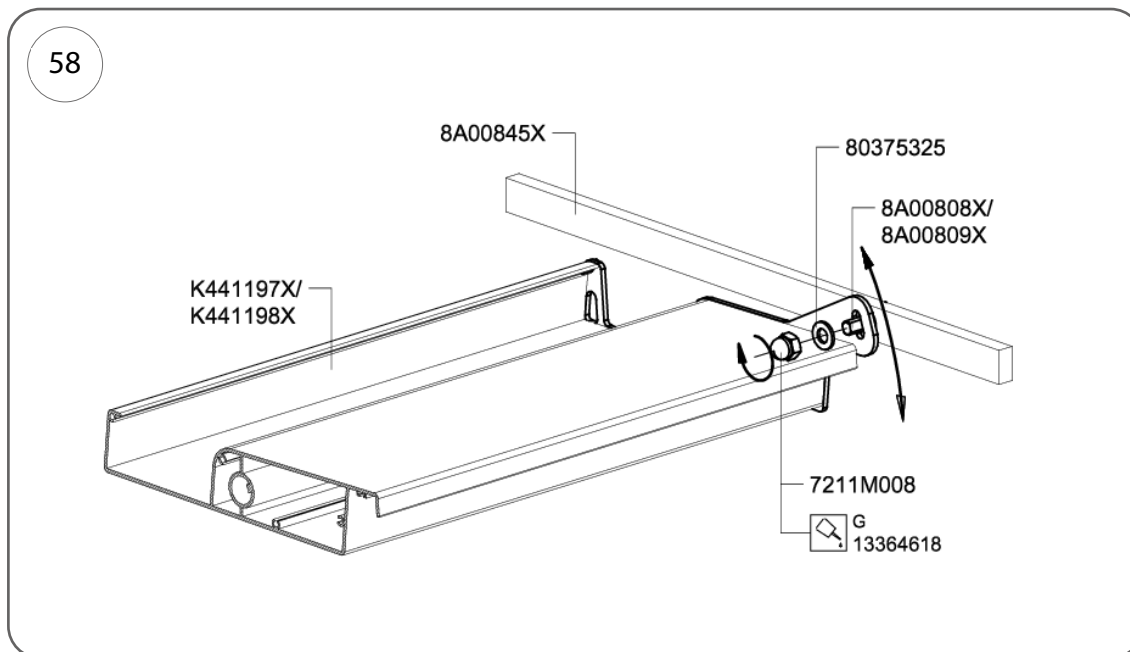

Рис. 58
4. У повністю закритому положенні перевірте, чи правильно з'єднані профілі ламелей. Виправте нерівності даху за допомогою системи регулювання, показаної на рис. 58. Після установки даху зафіксуйте ламелі, затягнувши стопорну гайку (кат. № 7211M008). Нанесіть на різьбу герметик для різьби, кат. № 13364618.